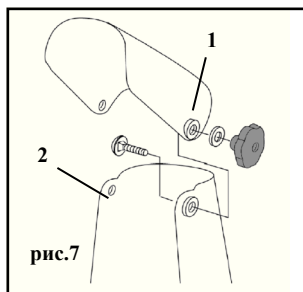

рис.7
5.4.3 Установите отражатель 1 (рис.7) на выбрасыватель 2 (рис.7), зафиксируйте с обеих сторон выбрасывателя.